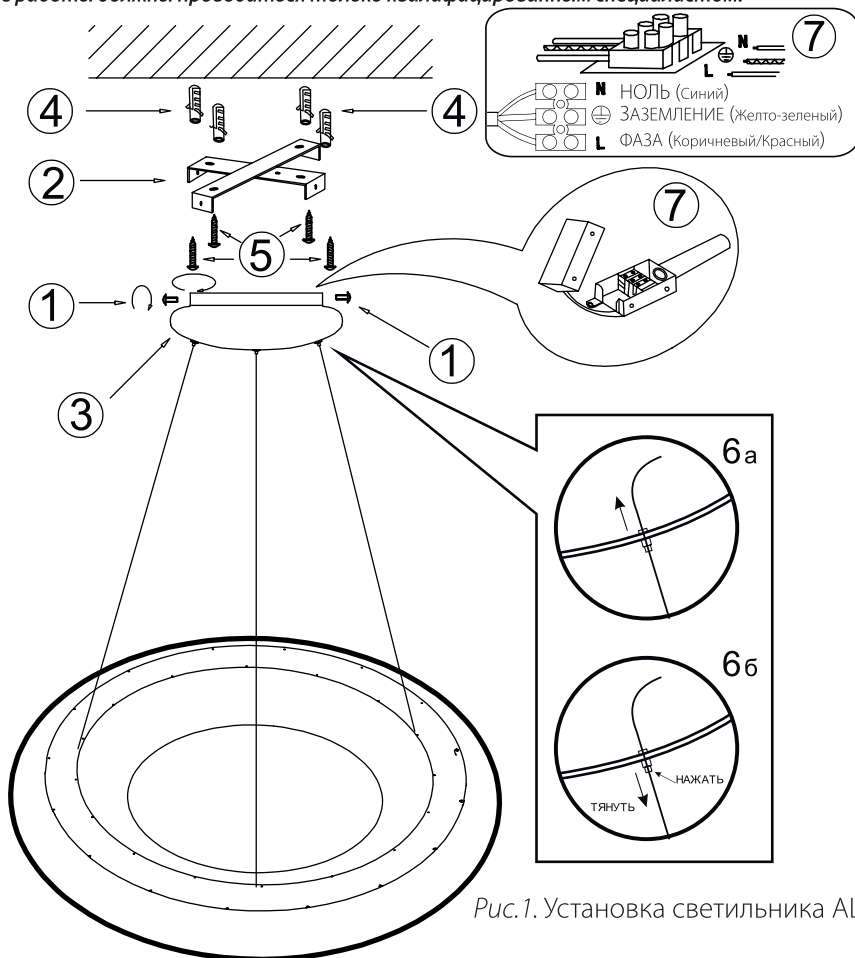

Рис.1. Установка светильника ALT-TOR
- 3.2. Выкрутите винты ①(см.Рис.1) и отделите монтажную скобу ② от светильника ③.